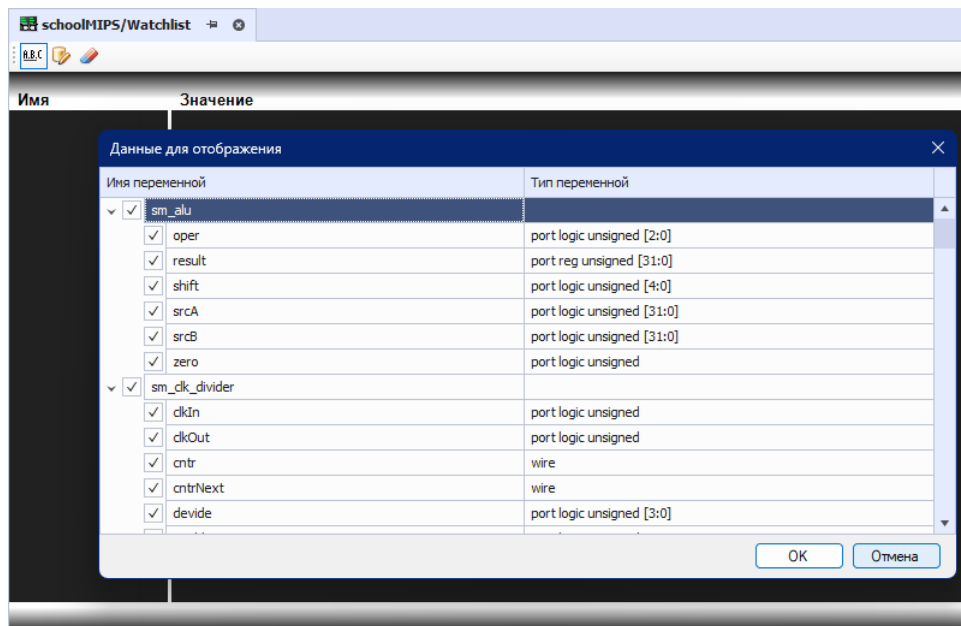

Рис. 42 Выбор необходимых данных
2. В открывшемся окне выберите данные путем установки флага рядом с данными, которые необходимо обработать и отобразить, см. Рис. 42. Нажмите «ОК».